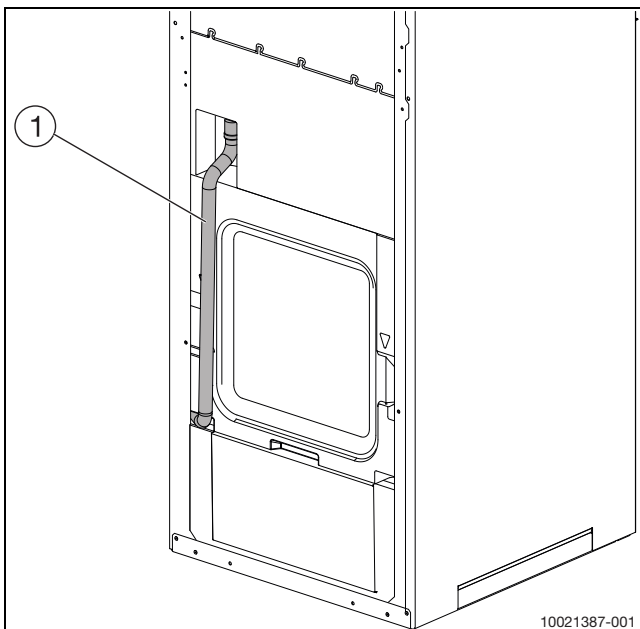

Bild 13 Rückansicht Ablassschlauch
- Ablaufschlauch an der Rückseite des Geräts ordnungsgemäß anschließen (siehe Abb. 13).